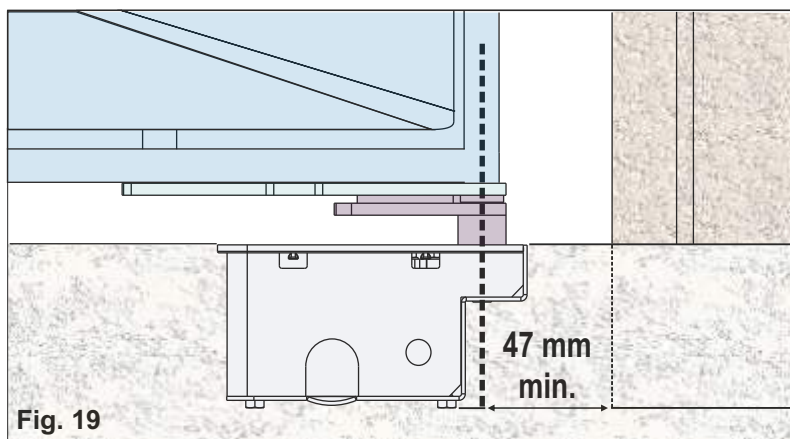

Fig. 19
**! NO COLOCAR LA HOJA FUERA DE LOS EJES (FIG. 15); HACER COINCIDIR EL EJE DE LA CAJA CON EL EJE DE ROTACIÓN DE LA BISAGRA DE LA PUERTA; LA DISTANCIA MÍNIMA DE LA COLUMNA DEBE SER DE 47 mm (FIG. 19) ENGRASAR TODO A TRAVÉS EL ESPECIAL ENGRASADOR HASTA QUE LA GRASA SALGA POR AMBOS LADOS**